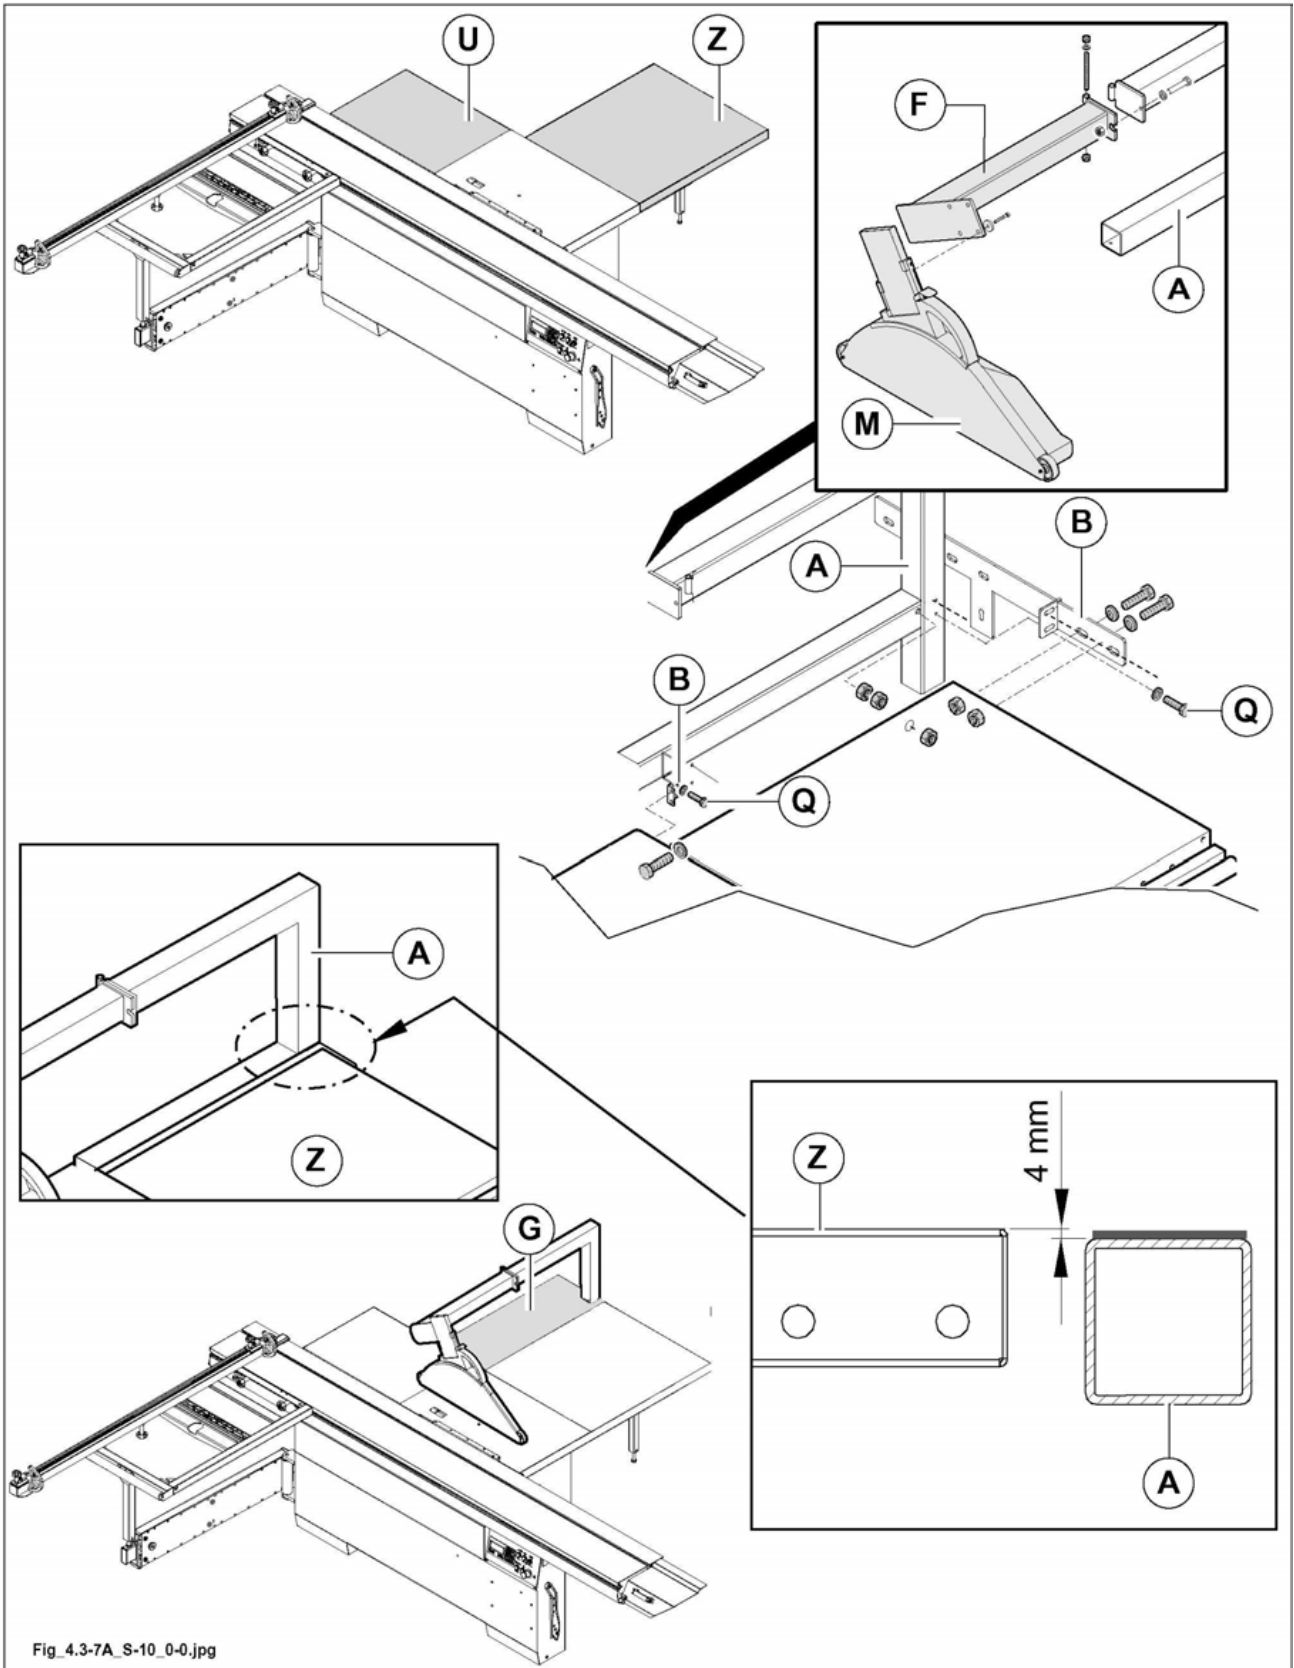

Abb. 4.3-7A
- Montieren der Winkel (B 4.3-7A Abb.) auf dem Arm (A fig. 4.3-7A) ohne Anziehen der Schrauben (Q 4.3-7A Abb.).
- Montage des Arms (A 4.3-7A Abb.) auf der Arbeitsebene unter Verwendung der Winkel (B Abb. 4.3-7A).
Positionieren Sie die Rohrkomponente (A Abb. 4.3-7A) 4 mm unterhalb der verlängerten Ebene (Z Abb. 4.3-7A).
- An dieser Stelle ziehen Sie die Schrauben, mit denen die Winkel (B Abb 4.3-7A.) befestigt sind, entsprechend an den Ebenen an (B Abb. 4.3-7A.).
Schließlich montieren Sie die hinzugefügte Ebene (G Abb. 4.3-7A), wie angegeben unter Absatz. 4.3.14.2.